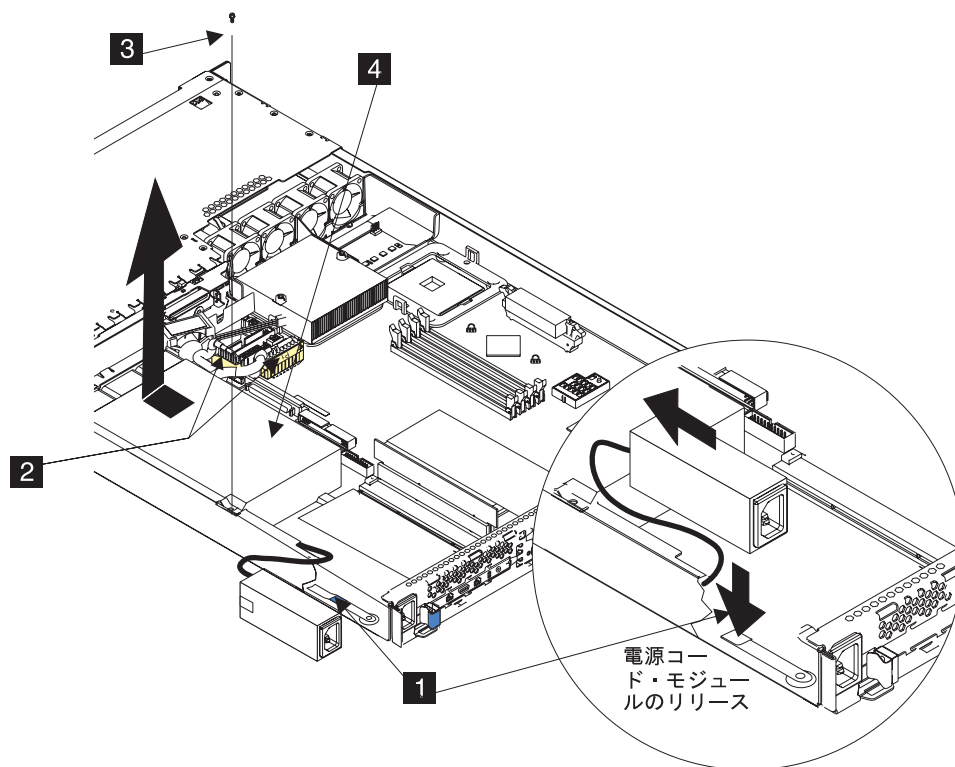

図 149. SAN ボリューム・コントローラー 2145-4F2 電源装置の交換
1. 電源装置 **4** を SAN ボリューム・コントローラー 2145-4F2 内にスライドします。図 149 を参照してください。